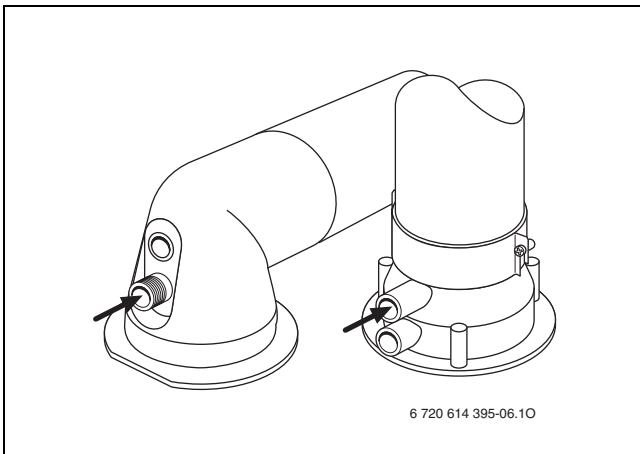

Fig. 42
- ▶ Rimuovere il tappo dalle prese di analisi combustione (→ fig. 42).